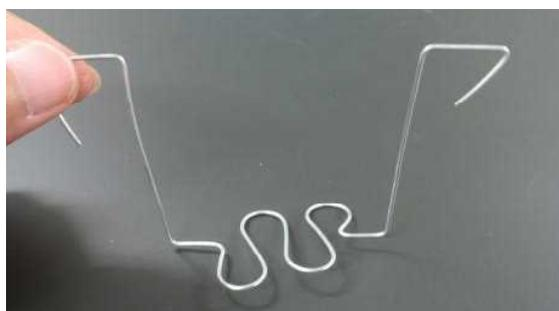

図3 完成形
- ④ ループが4つできたら、残りの針金も反対側と同じように直角に曲げ、ビーカーの端に引っかけるために図3のように両端を加工して完成。